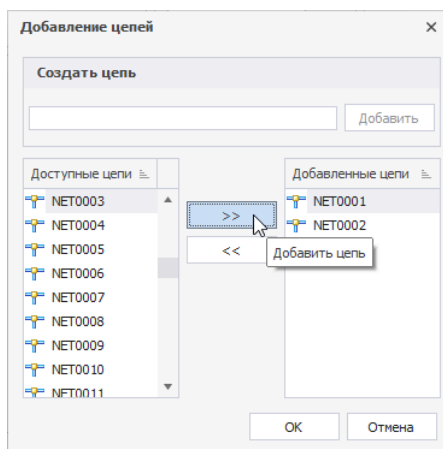

Рис. 167 Выбор цепей для шины из списка размещенных цепей
4. Выбрать из списка доступных цепей, размещенных на схеме, те цепи, которые необходимо «добавить» в шину. Список размещенных на схеме цепей отображается в левом столбце. Для выбора цепи необходимо нажать «Добавить цепь», кнопка , см. Рис. 167.